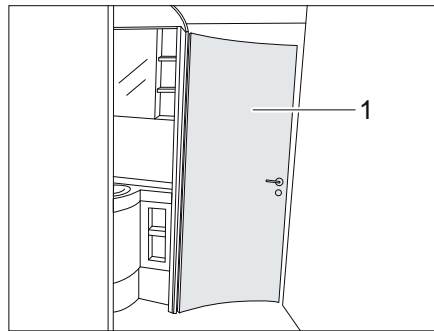

Bild 147 Badrum
Toalettdörren (Bild 147,1) kan låsas i 1-3 olika öppningsvidder, beroende på utförande, till ett badrum. Beroende på vald öppningsvidd förbinds olika rumsdelar med varandra.
- ▷ Toalettdörren (Bild 147,1) får inte användas som rumsavskiljare under körning.